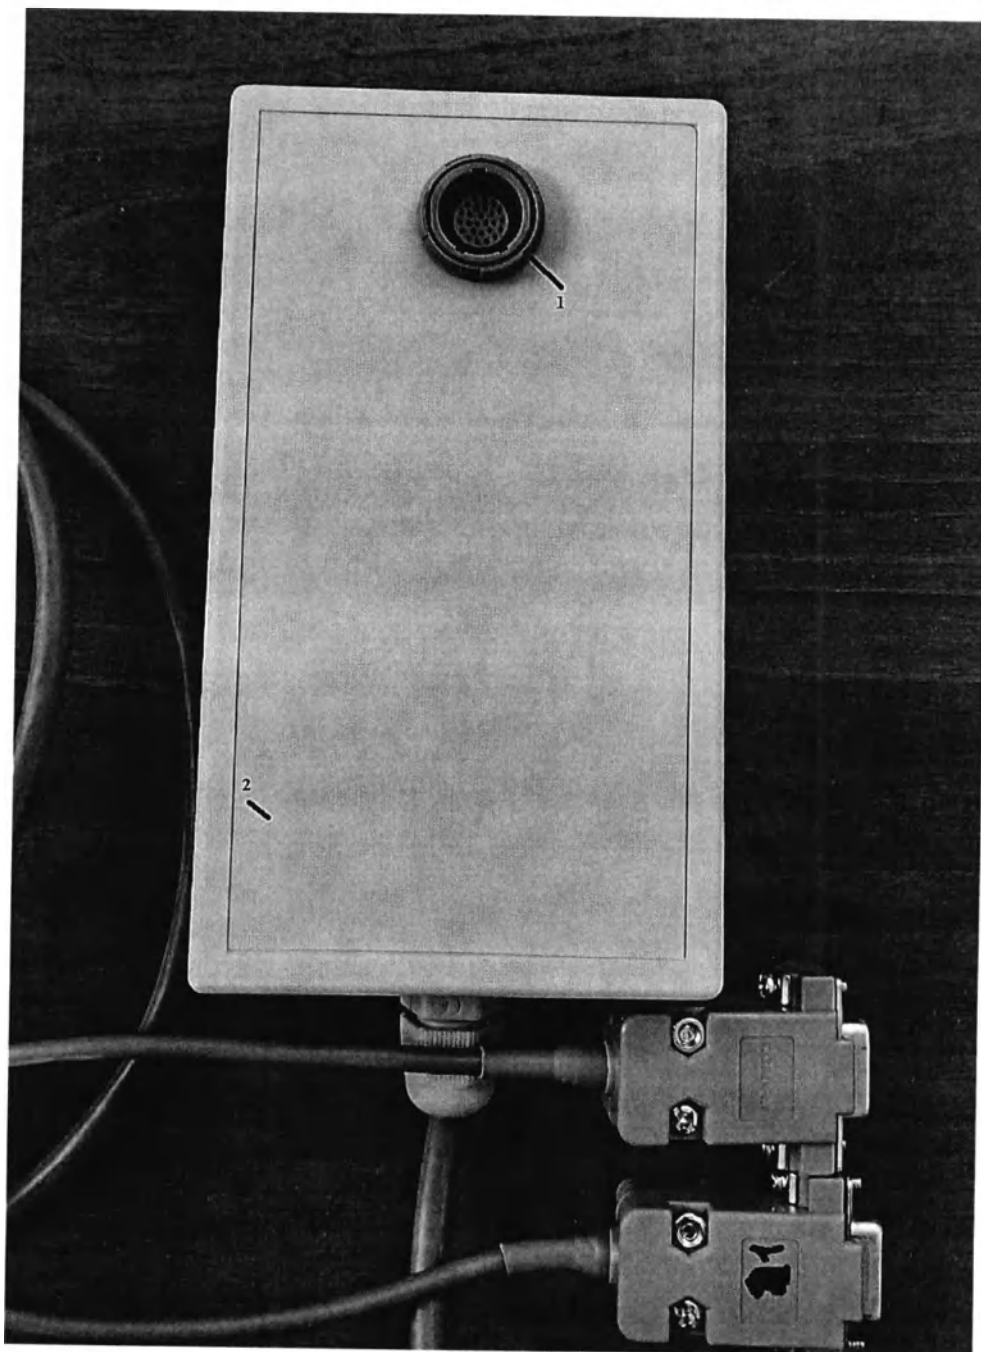

Рисунок 1 – Элементы передней панели
3. Подключить катетер к разъему 1 на передней панели блока регистрации температуры (рис.1).